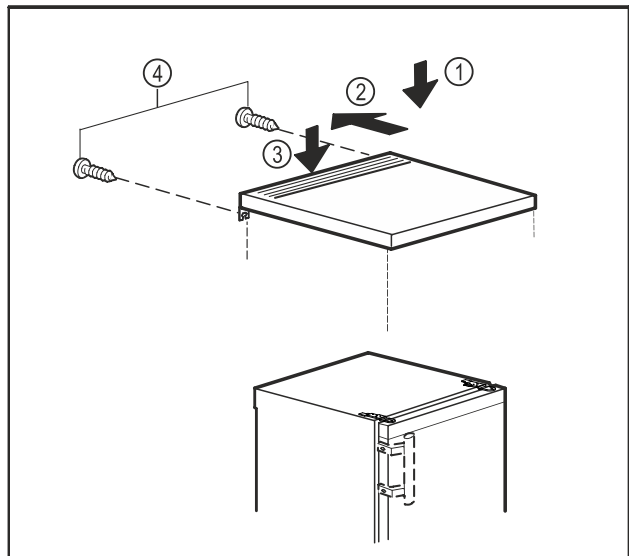

Fig. 11
- ▶ Položite mizno ploščo na napravo. Fig. 11 (1)
- ▶ Mizno ploščo potisnite nazaj. Fig. 11 (2)
- ▶ Mizno ploščo potisnite zadaj navzdol. Fig. 11 (3)
- ▶ Trdno privijte vijake na zadnji strani. Fig. 11 (4)